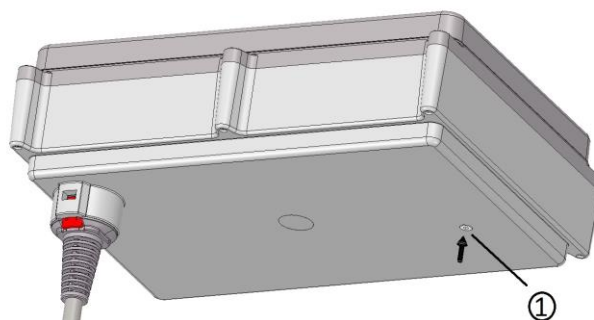

Abbildung 11 – Messpunkt des Erdungswiderstandes
Der Schutzerdungswiderstand sollte von dem in der Abbildung 11 angegebenen Punkt ① aus durchgeführt werden.